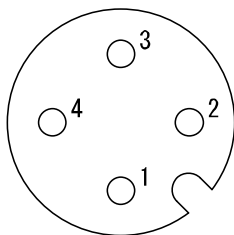

図 2.6 パッチケーブルとクロスオーバーケーブルの配線例
2種類の通信ケーブルを用いた配線例を図2.6に示します。
- ・オートクロスオーバー機能(Auto MDI-X)が無効になっている場合は図2.6のように正しいネットワークケーブルを使用する必要があります。